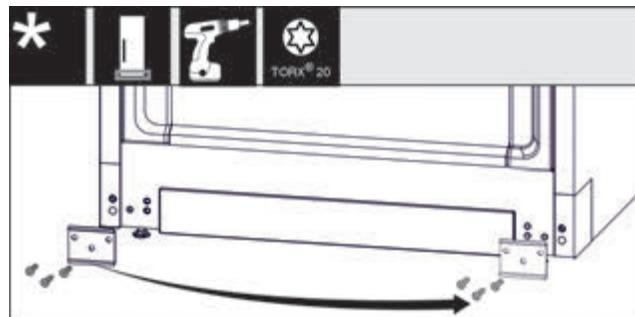

Fig. 12
- Відкрутити щиток, переставити на інший бік і знову накрутити. Fig. 12 (1)
- Знову одягнути кришку з іншого боку. (1)